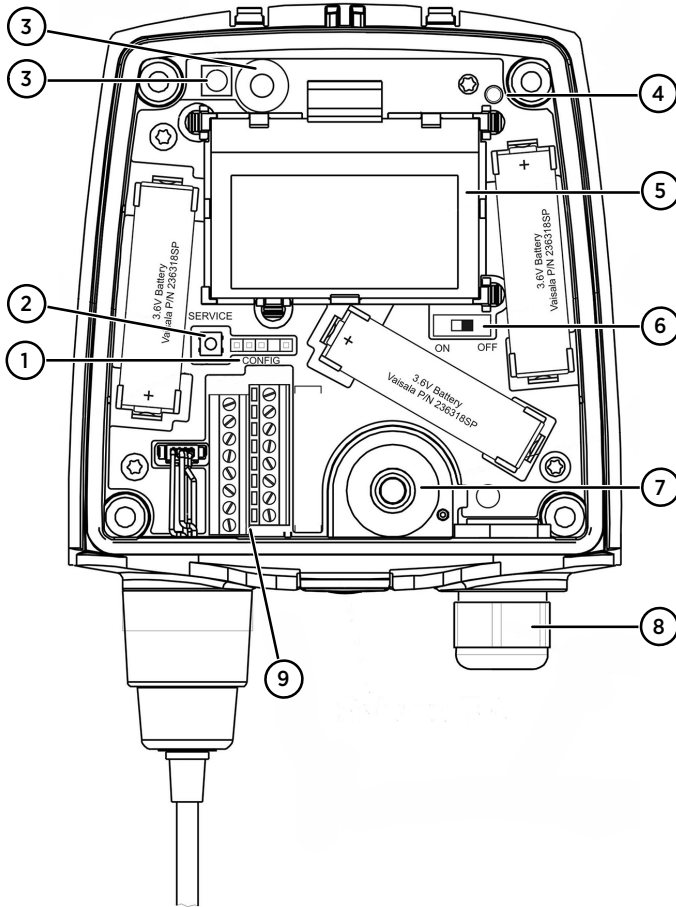

图 40 HMT140 组件图
4. 按照图 40 \(第 83 页\)中的说明, 安装三个 3.6V 锂电池。